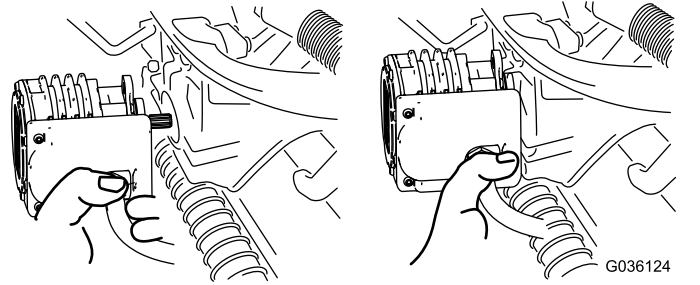

Figura 35
4. Spostate il motore in posizione di stoccaggio davanti al braccio di sospensione (Figura 35).